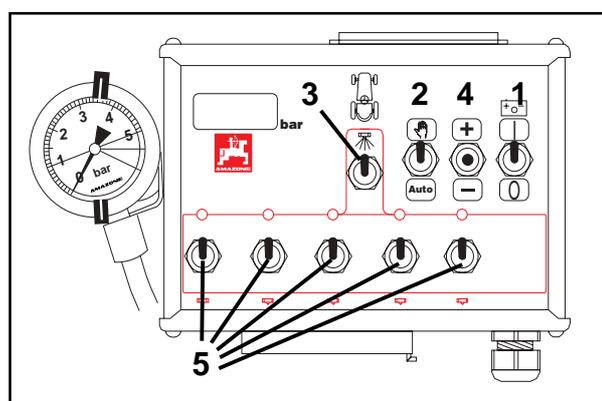
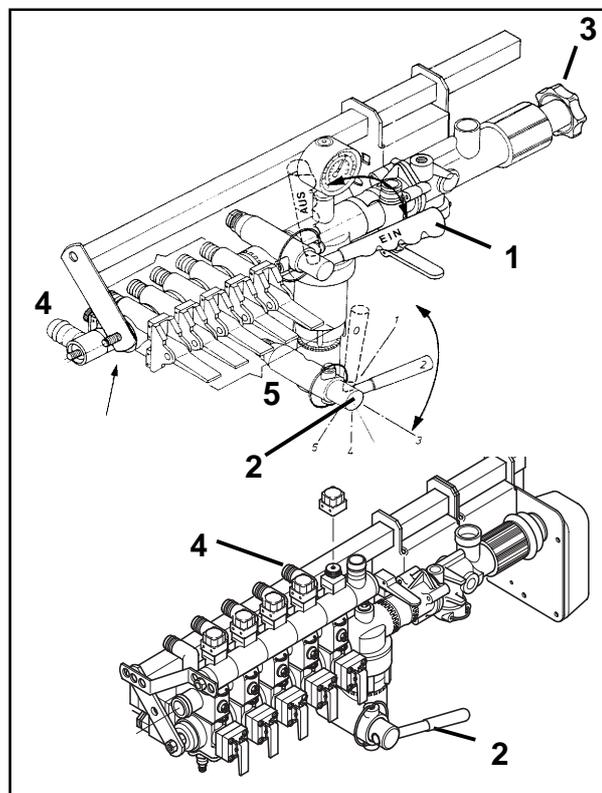

Fig. 7.6
Fig. 7.7
- Basculez l'interrupteur marche/arrêt (fig. 7.6/1) d'alimentation en courant du boîtier de télécommande sur la position "I". La diode rouge de contrôle s'allume. Le boîtier de télécommande est opérationnel.
- Basculez l'interrupteur (fig. 7.6/2) sur la position "Manuel".
- Ouvrez tous les retours calibrés et mettez la vanne centrale d'ouverture/coupure générale de la rampe (vanne centrale - fig. 7.7/1 - ou interrupteur - fig. 7.6/3) sur le repère "I" (EIN/MARCHE). Ouvrez toutes les vannes de tronçonnement, de l'eau s'écoule des buses.
- Tournez la vis moletée (fig. 7.7/4) du retour calibré correspondant à ce robinet ou à cette vanne électromagnétique jusqu'à ce que l'écran affiche à nouveau exactement une pression de **4 bar**. Puis ouvrir l'alimentation de ce tronçon de rampe.